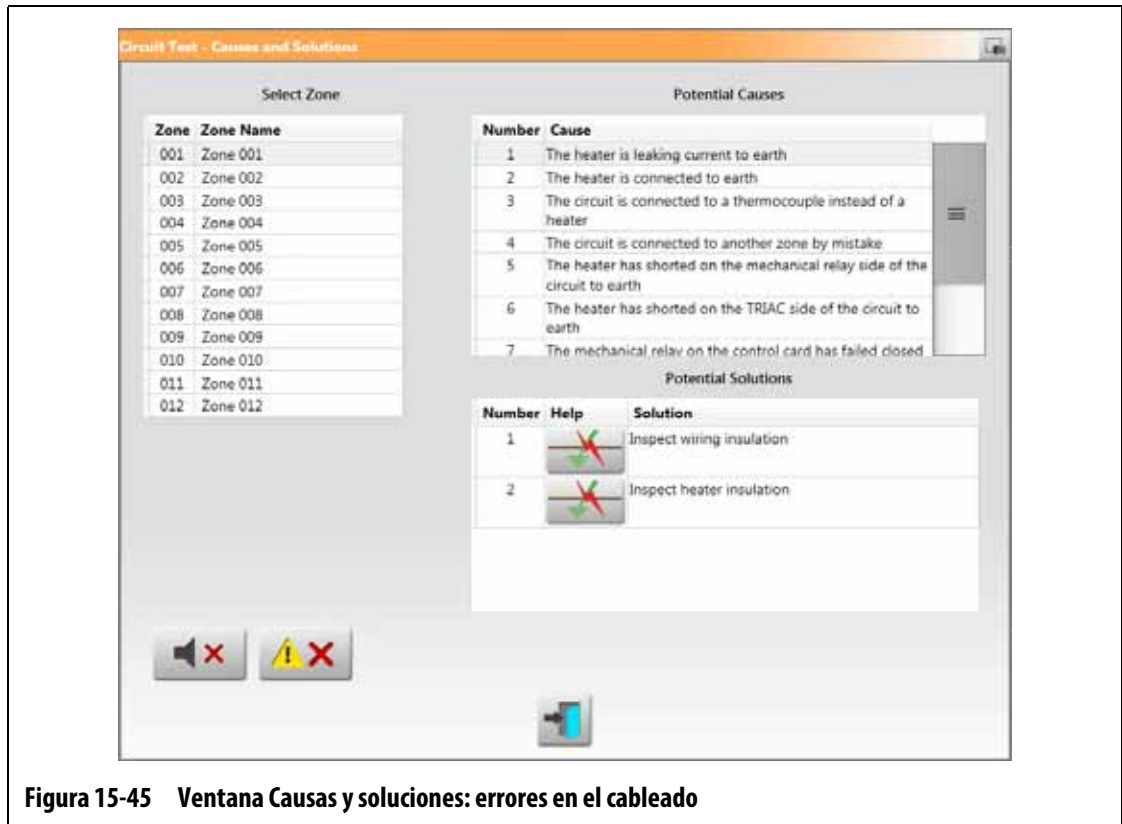
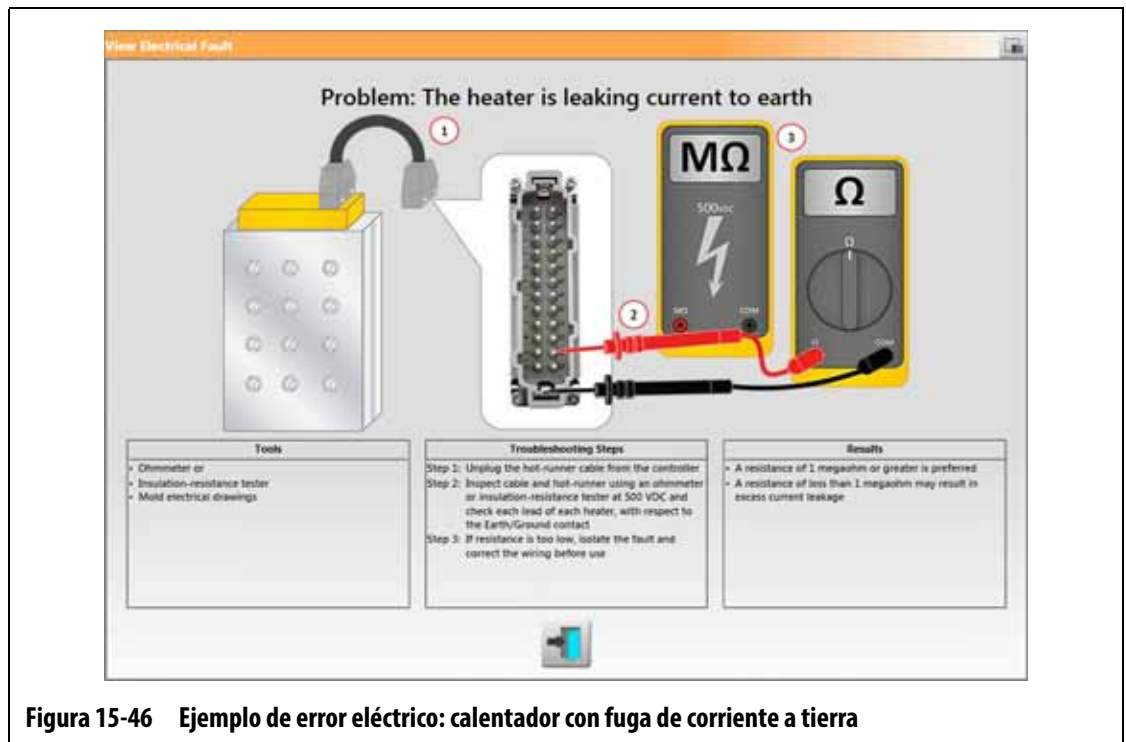

Figura 15-45 Ventana Causas y soluciones: errores en el cableado
Figura 15-46 Ejemplo de error eléctrico: calentador con fuga de corriente a tierra
Cuando el controlador realice una prueba de circuito, detendrá el sistema y le informará de si se han detectado errores durante la prueba. El controlador mostrará una ventana con datos sobre las posibles causas y soluciones. Consulte la Figura 15-45. Esta ventana también se puede abrir tocando el botón **Display Failure Data** (Mostrar datos de errores) en la pantalla System Setup (Ajustes del sistema), en las pestañas Heats Setup (Ajustes de los calentadores) y Monitoring (Control).
- **View Electrical Fault (Ver errores eléctricos):** toque este botón para ver una imagen que le ayude a solucionar el error. También se mostrará una lista de las herramientas disponibles, los pasos del procedimiento y los resultados previstos. El botón View Electrical Fault (Ver errores eléctricos) se muestra en la Figura 15-45. Consulte la Figura 15-46 para ver un ejemplo de la ventana del procedimiento de resolución de problemas para el error "Calentador con fuga de corriente a tierra".